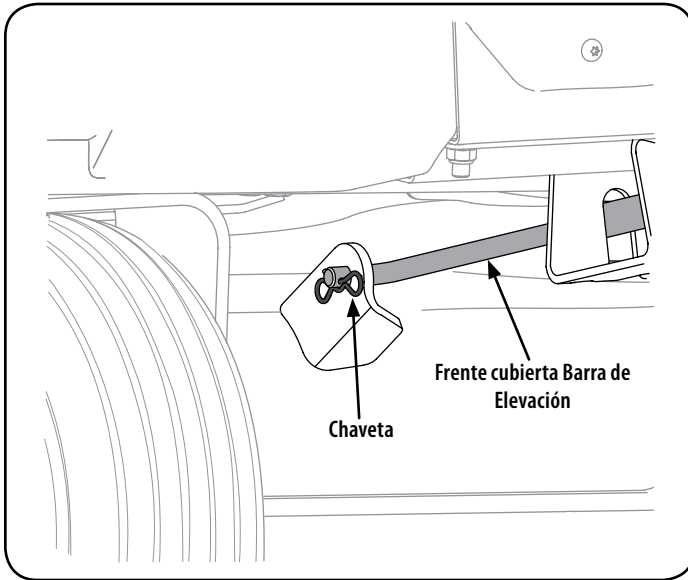

Figura 33
- b. Desde la parte media del tractor, haga girar el soporte de polea loca y la polea móvil hacia atrás, la polea de distancia de la parte trasera de la cinta "V" lo suficiente como para levantar la cinta hacia arriba y sobre la polea loca. Ver Figura 33.
6. Tire del pasador de la varilla de elevación de la plataforma frente a la fijación a la cubierta. Ver Figura 33. Deslice la barra de elevación de la plataforma de la ménsula de suspensión frontal.
6. Vuelva a instalar la barra de elevación de la plataforma delantera y fijela con el pasador . Consulte la Figura 33 .